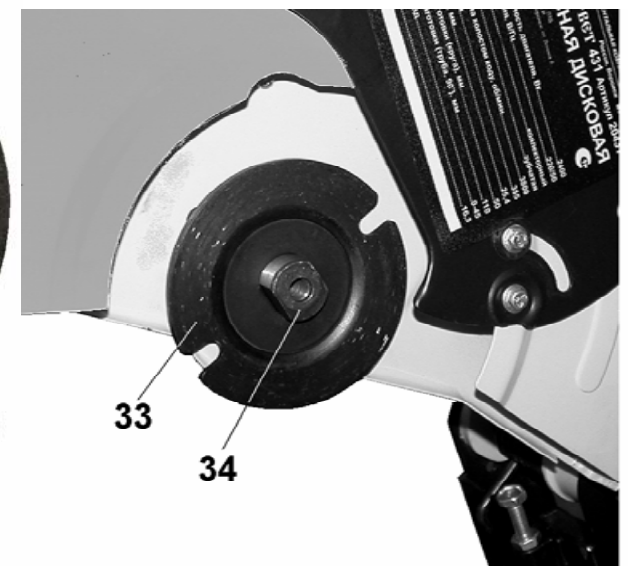

Рис. 9
12.1.2. Удерживайте рычаг (12). Гаечным ключом (30) (см. комплект поставки) против часовой стрелки открутите болт с шайбой (32). Снимите со шпинделя (34) внешний фланец (31) и отрезной диск (15), Рис. 9.